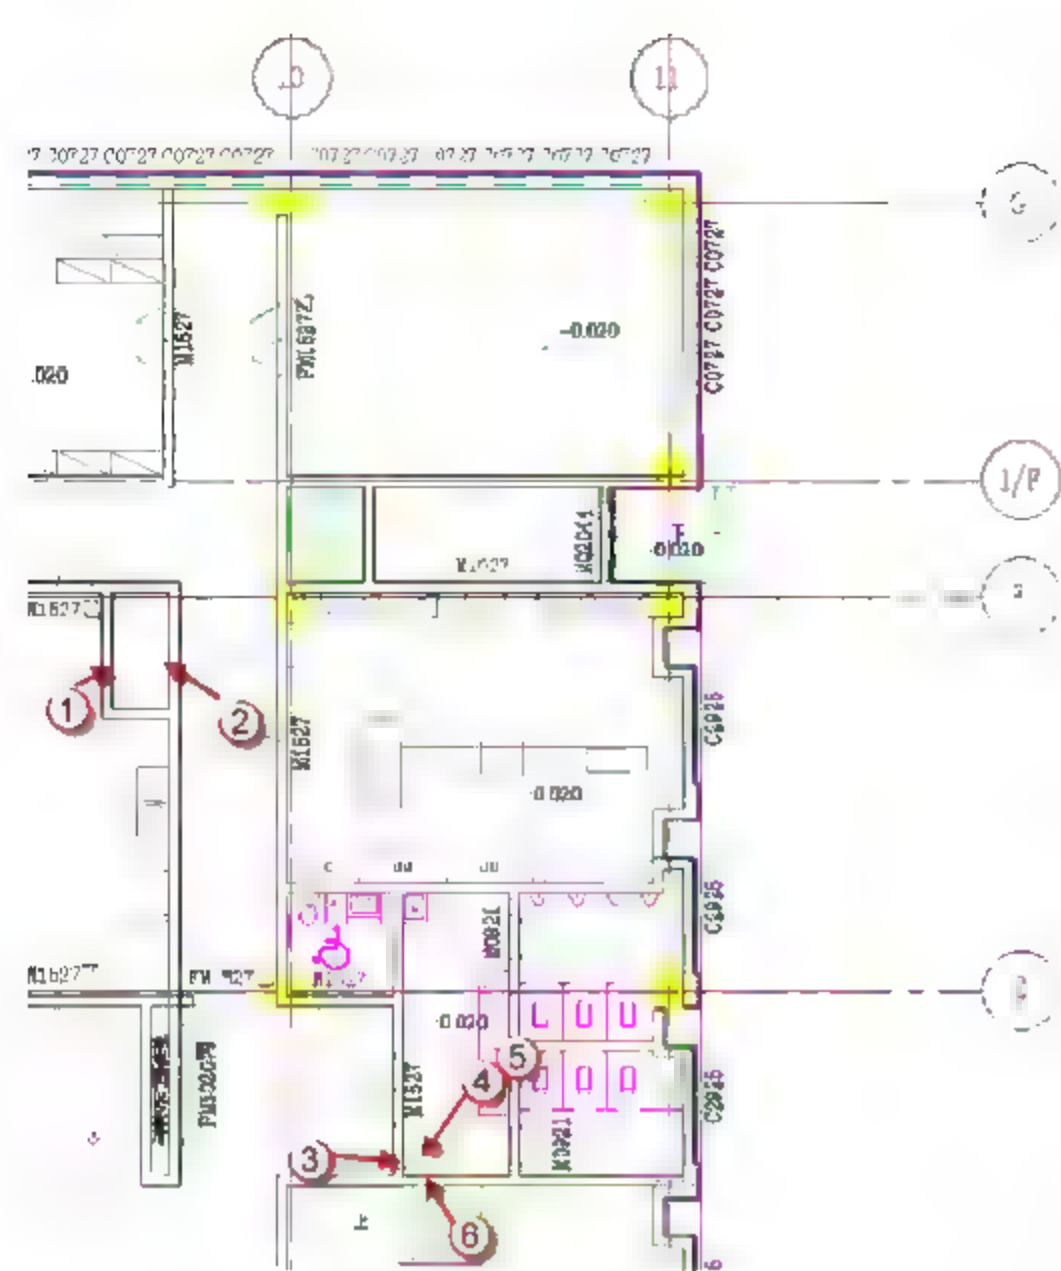

图 10.2.44 100mm 内墙捕捉点位置图
(2) 绘制 E 轴到 G 轴和 10 轴到 11 轴线之间的内墙。选择“建筑”→“墙”→“墙：建筑”命令，也可以直接按快捷键 W+A。将“偏移量”改为“50mm”，依次捕捉图 10.2.44 所示位置，单击绘制墙体。绘制完成后按 Esc 键，可以退出外墙绘图界面。完成后这部分内墙如图 10.2.45 所示。这样就完成了一层“砌体内墙 100mm”的绘制，如图 10.2.46